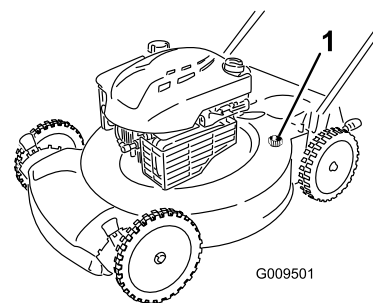

Figura 23
5. Collegate una canna da giardino al rubinetto dell'acqua e al foro di lavaggio (Figura 23).